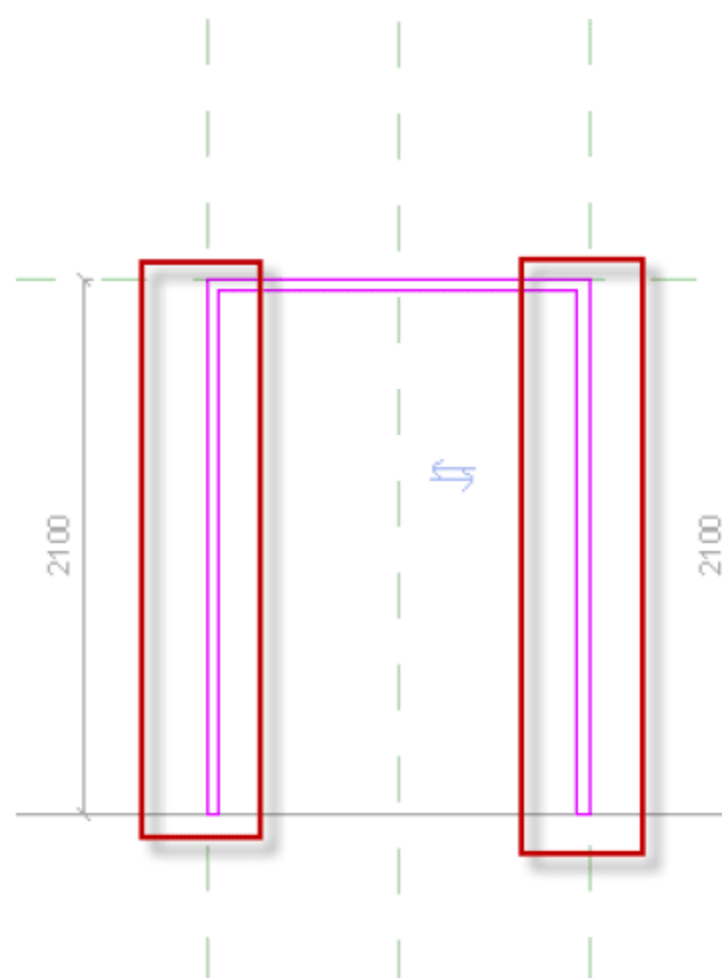

图 6.2.48 绘制门框
(9) 绘制 FM1521 乙门框。选择“创建”→“拉伸”命令，进入“修改 | 编辑拉伸”界面，用菜单中的绘制工具将门框绘制完成，如图 6.2.48 所示。绘制完成后，单击√按钮完成绘制。